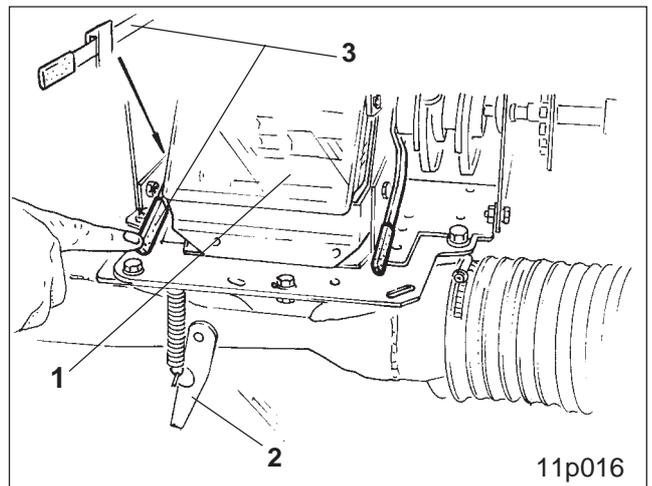

Fig. 40.2
- durchsichtige Kunststoffklappe (Fig. 40.2/1)
- Injektorschleusenklappe (Fig. 40.2/2) und
Zum Öffnen der Restentleerungsklappe hinter der Dosiereinheit Hebel (Fig. 40.2/3) nach unten drücken und arretieren.